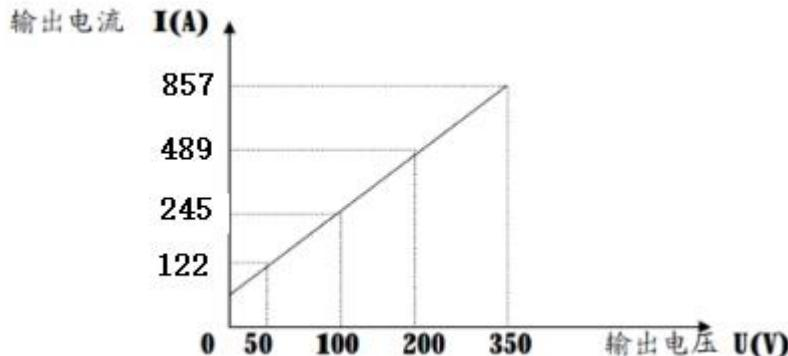

图 33. 300kW 变频电源负载能力曲线
12.6.1 将散热板抽出，用晶体管测试仪对每块功放板进行耐压测试。功放板的布局如图 33、34 所示。有两种情况：一种耐压为零，一种耐压较低但不为零。